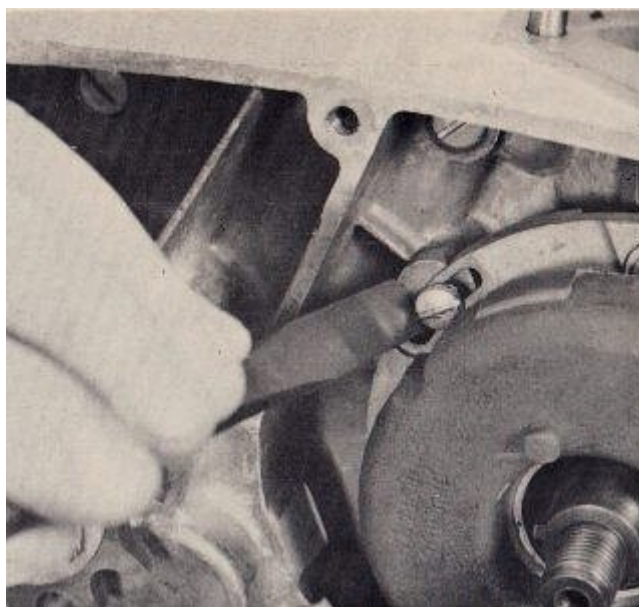

FIG. 6
6. Con un pequeño cincel y afilados un martillo, marque una línea a través de los bordes de la placa del estator del magneto y uno de sus jefes de montaje (Fig. 6). Esto se usará como referencia al volver a montar el motor.